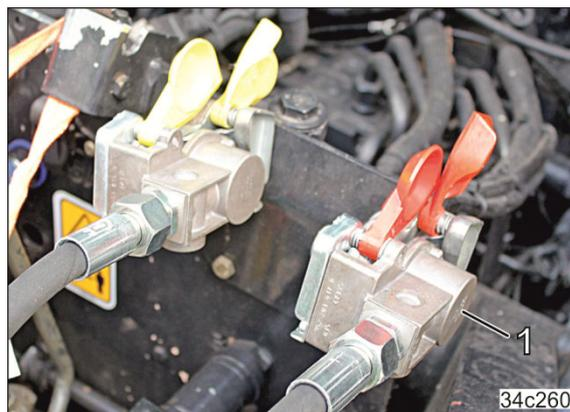

Рис. 126
9. Закрепите соединительную головку питающей магистрали (красного цвета) (Рис. 126/1) надлежащим образом в муфте с красной маркировкой на тракторе.